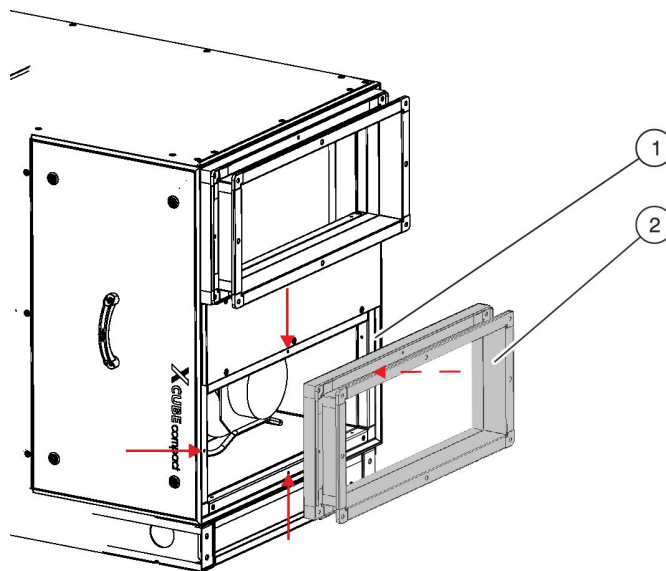

Рис. 18: Установка звукоизолирующих подсоединений
- ▶ Надежно закрепите звукоизолирующее подсоединение (Рис. 18/2) к раме центрального кондиционера (Рис. 18/1) при помощи 4 установочных винтов (M6×50).
Если центральный кондиционер заказывается вместе с дополнительным модулем, патрубок приточного воздуха (Рис. 18/2) уже закреплен на стороне дополнительного модуля, подающей приточный воздух.